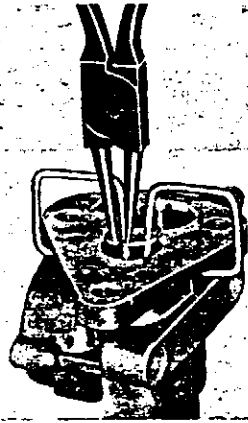
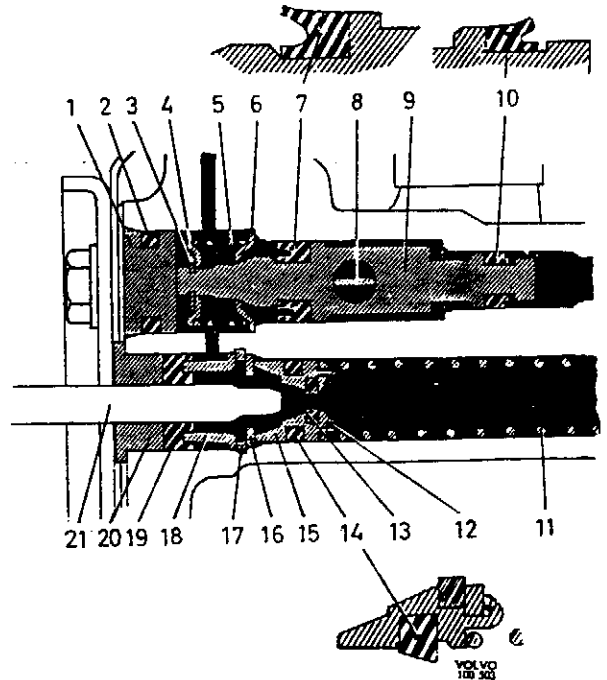
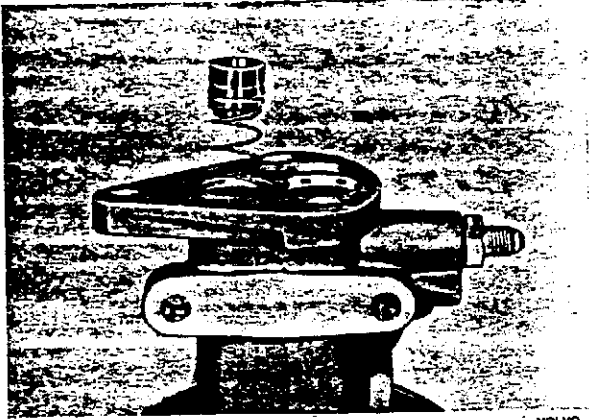

Abb. 35 Sicherungsring ausbauen
Abb. 37 Hydraulteile
Abb. 38 Einbau des Druckkolbens
4. Dichtung entfernen und das Gehäuse gegen einen Holzgegenstand stoßen, so daß der Stopfen (1 Abb. 37) herausfällt. Regulierkolben (9) ausbauen und zerlegen.
5. Führungshülse (20), Dichtung (19) und Abstandhülse (20) ausbauen. Die Rückholfeder des Druckzylinders mit Hilfe einer Klammer, die nach Abb. 34 hergestellt und lt. Abb. 35 eingebaut wird, zusammenpressen. Sicherungsring (17) danach vorsichtig mit Hilfe einer Sicherungsringzange ausbauen. Klammer entfernen und die übrigen Teile ausbauen.
1. Neuen Kolben (15 Abb. 37), mit innerer Dichtung (13) eingebaut, nehmen. Kolbendichtung (14) lt. Abb. 37 einbauen. Feder (11) am Kolben anbringen. Kolben in Bremsflüssigkeit tauchen und die Feder in den Zylinder führen, siehe Abb. 38. Scheiben (16) einbauen und den Kolben vorsichtig mit Hilfe der Klammer einpressen. Sicherungsring vorsichtig einbauen, siehe Abb. 35. Kontrollieren, daß der Ring ordnungsgemäß in der Nut zu liegen kommt. Dichtung (19) an der Abstandhülse (18) anbringen und einbauen. Hülse (20) einbauen.